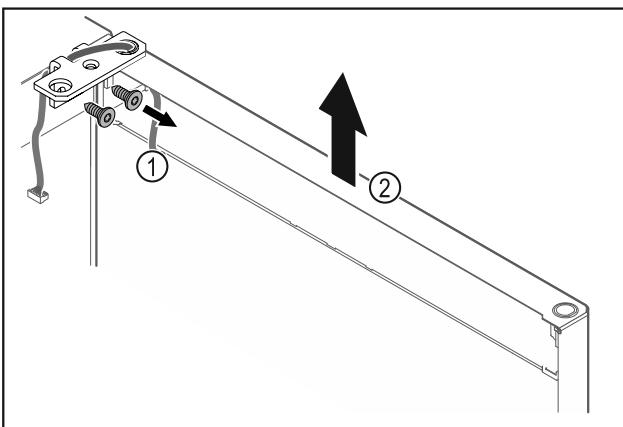

Fig. 25
- Ξεβιδώστε τη γωνία μεντεσέ Fig. 25 (1).
- Σηκώστε την πόρτα μαζί με τη γωνία μεντεσέ Fig. 25 (2) περίπου 200 mm ευθεύ προς τα επάνω και αφαιρέστε τη.